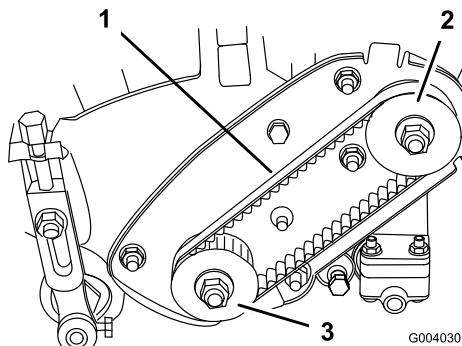

Figura 34
2. Compruebe la tensión presionando la correa (Figura 34) en el punto intermedio entre las poleas con una fuerza de $2 \pm 0,5$ kg. La correa debe desviarse entre 4,8 y 7,9 mm. Si la desviación no es la correcta, continúe con el paso siguiente.